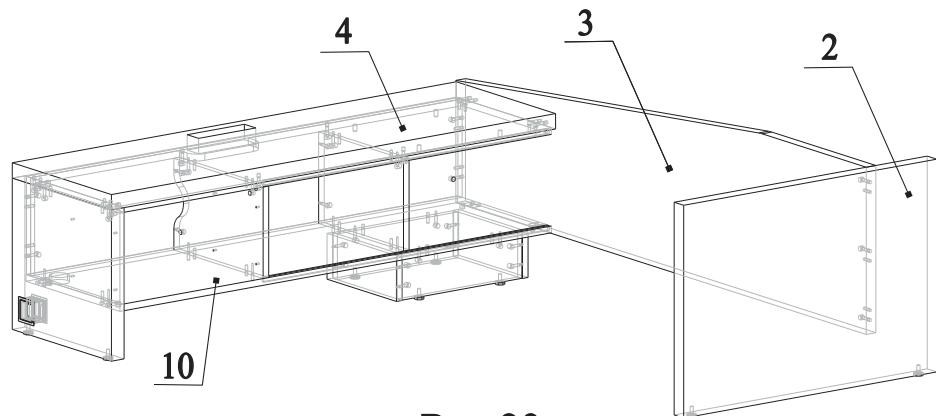

Рис.23
48. Соединить детали 4 и 10 с деталью 3, затянуть эксцентрики по часовой стрелке до упора. Соединить деталь 3 с деталью 2, затянуть эксцентрики по часовой стрелке до упора. (рис.23)